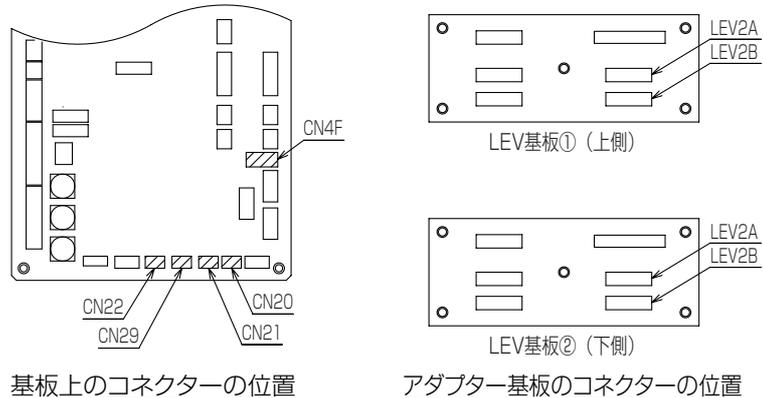

図4
- ・図2、図4で示しますリモコン、サーミスター、フロートスイッチ、リニア膨張弁の配線コネクターを取外してください。
- 電気配線を図4と表1を参考にし、コネクタ同士を正しく接続してください。